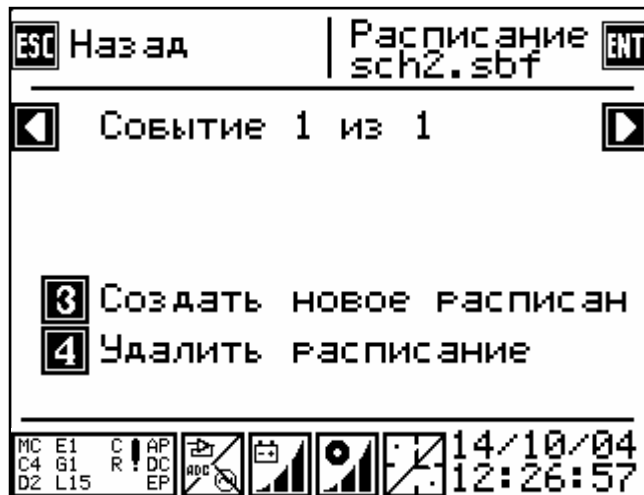

Рисунок 6.8
**6.7.3** В **третьем** окне (рисунок 6.8) производится выбор или создание файла расписания и выбор события для редактирования.